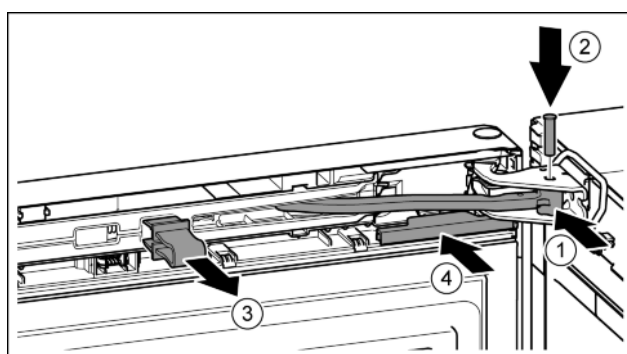

Fig. 47
- ▶ Przegub obrócić w płytce zawiasu. Fig. 47 (1)
- ▶ Sworzeń umieścić w płytce zawiasu i przegubie. Przy tym zwrócić uwagę, aby krzywka zatraskowa została prawidłowo umieszczona w rowku. Fig. 47 (2)
- ▶ Zdjąć zabezpieczenie. Fig. 47 (3)
- ▶ Wsunąć osłonę. Fig. 47 (4)